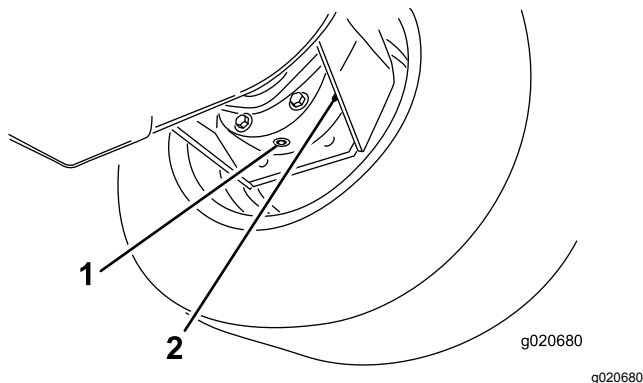

Figura 105
- Coloque o recipiente de escoamento por baixo da estrutura do travão, retire o tampão e deixe o óleo escorrer para o recipiente (Figura 105).